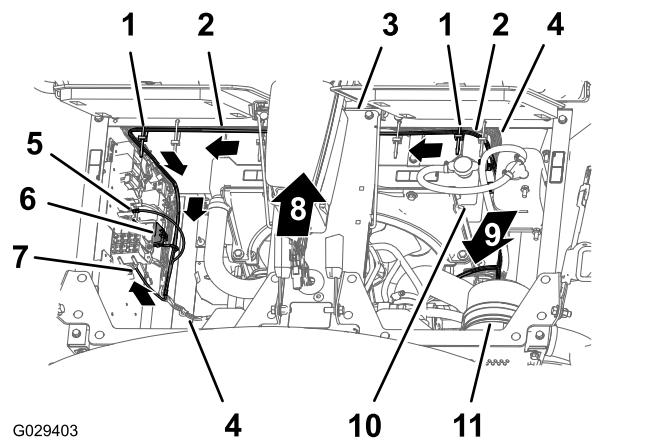

Figure 12
- Acheminez la branche compartiment moteur de 197 cm du faisceau de câblage vers le bas le long du côté gauche du radiateur et le long du bas du panneau électrique (Figure 12).
- Fixez le faisceau de câblage du kit de finition au faisceau de la machine à l'aide de 2 serre-câble, comme montré à la Figure 12.